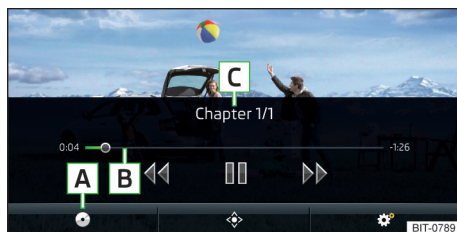

Fig. 188
Menu principal » fig. 188
Avance/retour du vidéo au moment souhaité	Touchez la barre de lecture B » fig. 188 à la page 164.
- Pour **afficher** le menu DVD dans le menu principal Vidéo DVD appuyez sur la touche ◆ » fig. 188 à la page 164.